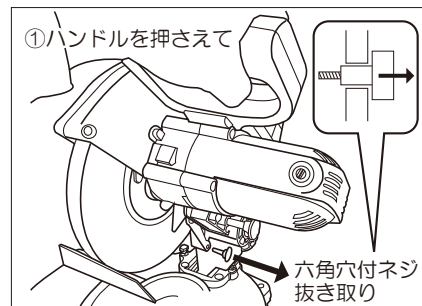
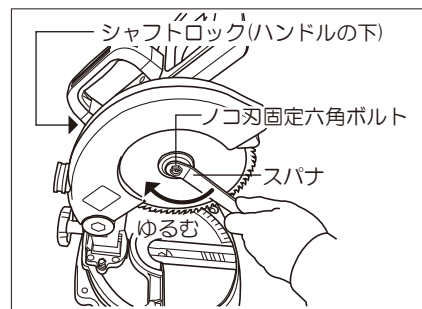

図5
図6
- Ⓜ六角穴付ネジを抜き取るとハンドルが上方に全開しますので、ハンドルを押さえて飛び上がらないように注意して六角穴付ネジを抜き取ってください。(図5参照)
- ③安全カバーをブレードケース側に回し上げてください。
- ④シャフトロックを押さえながらノコ刃固定六角ボルトに付属のスパナを掛け、ゆっくり回すとシャフトがロックされます。
- ⑤ボルトは逆ネジ(左ネジ)です。時計回りに回して抜き取り、外フランジ、ノコ刃の順に外してください。(図6参照)